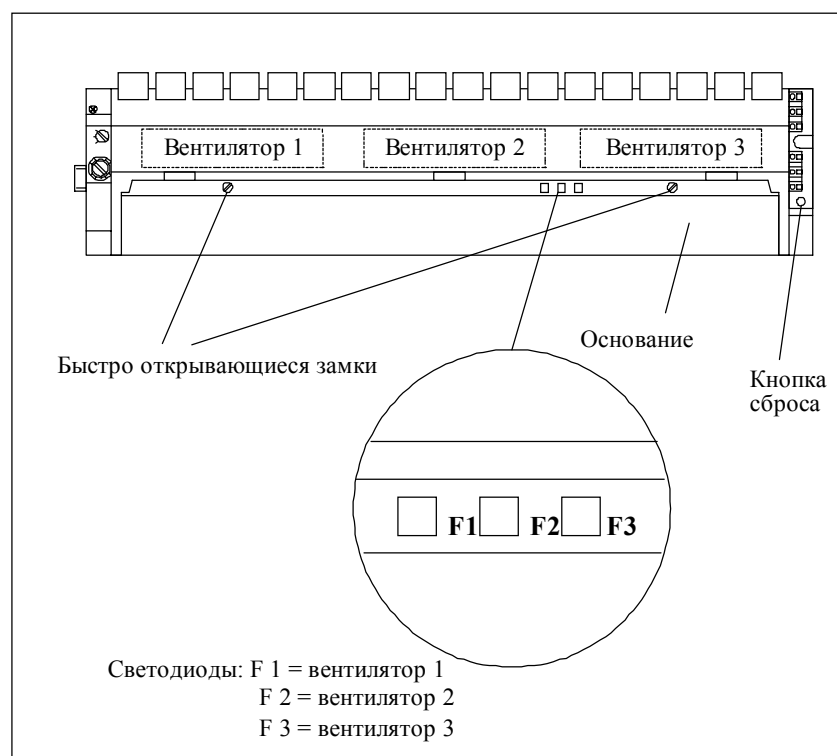

Рис. 9-3. Светодиоды вентиляторного узла
8. С помощью остроконечного предмета нажмите кнопку сброса ☐RESET) ☐рис. 9-3). Светодиод неисправности выключится, и вентилятор начнет вращаться.